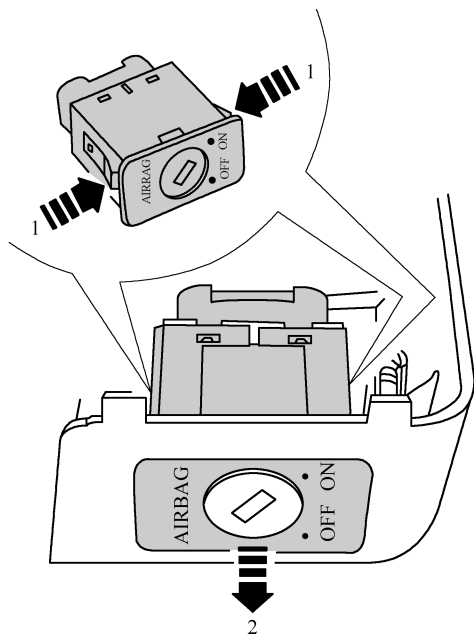

图 6-2-19 脱开左右止动弹簧并推出钥匙开关 E224
4) 如图 6-2-19 所示，脱开左右止动弹簧(箭头 1)，并将用于关闭前乘客侧安全气囊的钥匙开关 E224 从钥匙开关外壳中推出(箭头 2)。